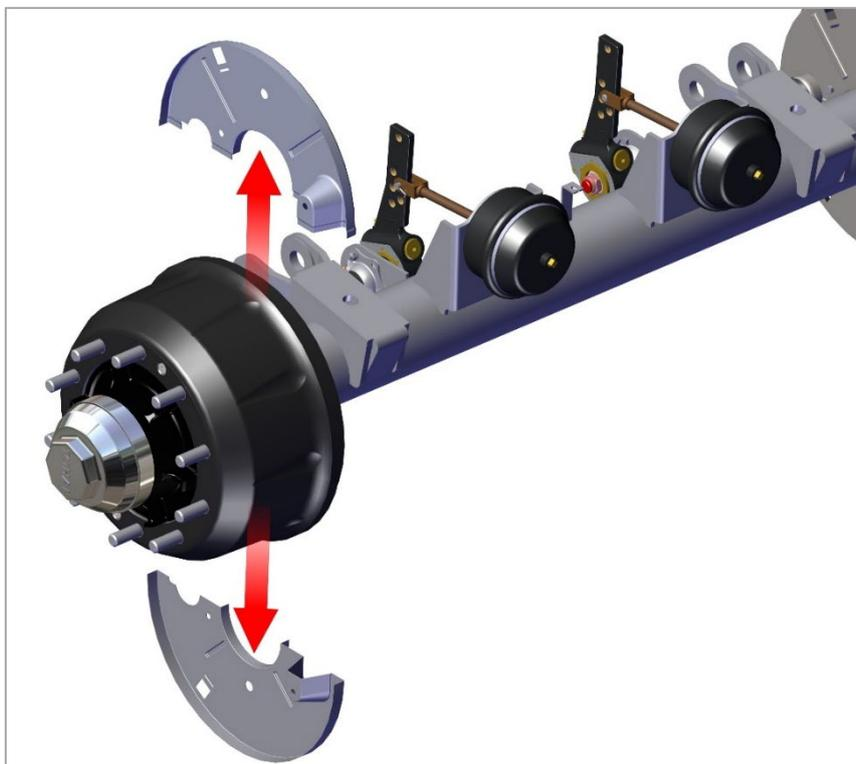

Рис. 13. Снятие грязезащитных щитков
1) Снимите грязезащитные щитки тормозного барабана, как показано на рис. 13.